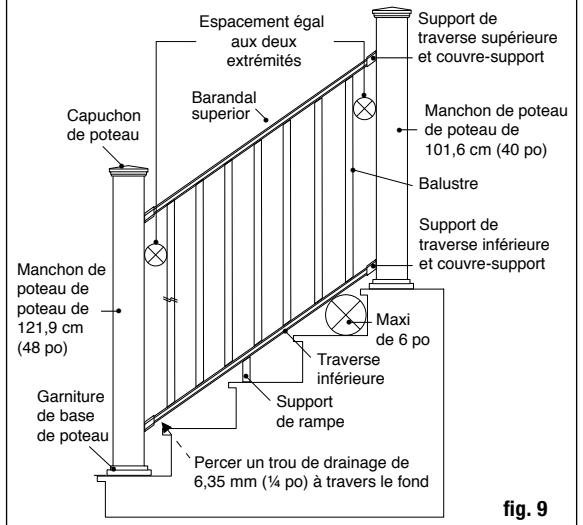
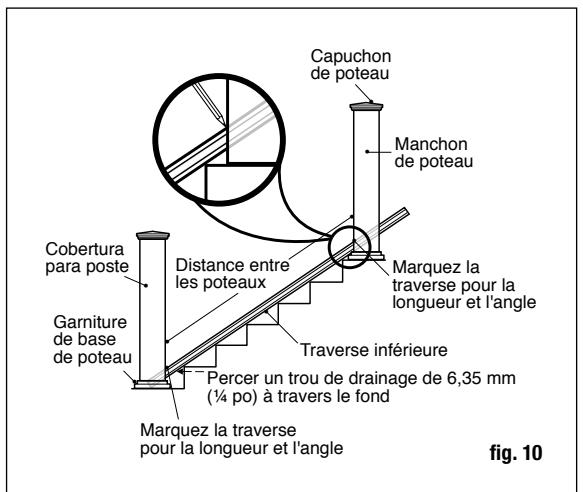

fig. 9
fig. 10
**Étape 6** Mesurez la distance entre les manchons de poteaux installés pour déterminer la longueur des traverses du haut et du bas. Placez la traverse inférieure sur les gurons, près des poteaux et ajustez afin que la distance entre le premier trou de balustre et le poteau soit plus élevée qu'au moins 7 cm (2-3/4 po), puis égale aux deux extrémités (fig. 9). Marquez la traverse à la bonne longueur et angle. Coupez la traverse du bas. Coupez la traverse du haut à la même longueur et le même angle (fig. 10). **Percer un trou de drainage de 6,35 mm (1/4 po) à travers le fond de la traverse pour éviter que l'eau ne soit coincée.** **Placer le trou vers l'extrémité inférieure de la traverse, à environ 38,1 mm (1,5 po) de l'extrémité de la traverse pour éviter le support inférieur.**
**Étape 7** Placez les bons couvre-supports et support de traverse aux extrémités de la traverse supérieure. Portez une attention particulière aux supports utilisés, sachant qu'ils ont des angles différents entre les traverses du haut et du bas. Marquez la position sur le support de traverse et joignez à la rampe inférieure. Placez la traverse inférieure entre les poteaux des gurons de l'escalier (fig. 10). Vous pourriez devoir placer des cales entre deux nez de marche afin de surélever la traverse du bas. Vérifiez les exigences dans votre région. Généralement, une sphère de 15 cm (6 po) ne peut pas passer par le triangle formé par la traverse du bas, le giron et la contremarche (fig. 9). Centrez le support d'escalier sur le poteau. En utilisant le support d'escalier comme guide, marquez la position des vis sur le manchon de poteau et sur les deux extrémités de la traverse. Percez des trous de guidage de 0,3 cm (1/8 po) dans le manchon de poteau et la traverse. Fixez le support d'escalier au manchon de poteau grâce à quatre vis à tête plane n° 8-15 x 5 cm (2 po) - n° 2, puis fixez le support d'escalier à la traverse en utilisant deux vis à minces à têtes carrées autotaraudeuses n° 8-16 x 1,9 cm (3/4 po)- n° 1.